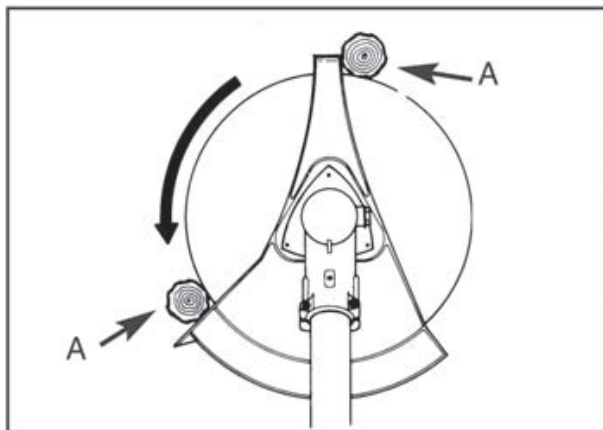

Рис. 14
Поместите молодое дерево возле упора (A), таким образом, вращающийся диск постоянно прижимает дерево к упору (A) (Рис. 14)